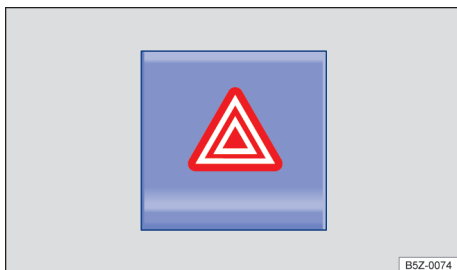

Fig. 40 Na parte superior do console central: interruptor para ligar e desligar as luzes de advertência. ▶
2. Ligar as luzes de advertência com o interruptor  → Fig. 40.
As luzes de advertência também podem ser desligadas ao pressionar o interruptor  no painel de instrumentos → Fig. 40.